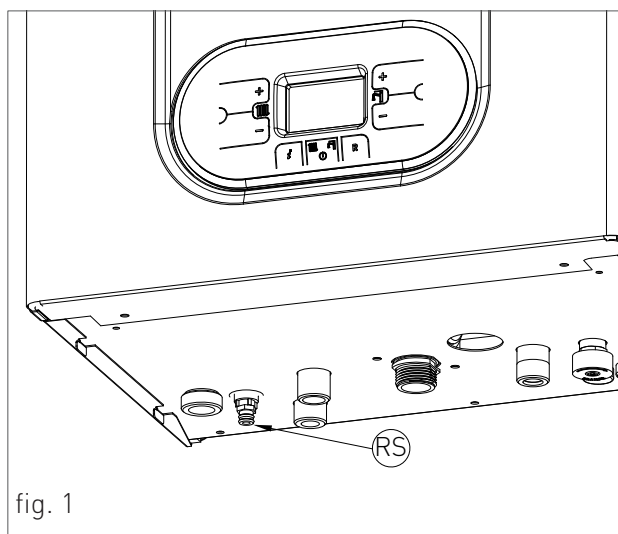

fig. 1
- › retirar los tornillos de fijación (1 - fig.1) situados en el extremo inferior del panel frontal;
- › sujetar la parte inferior del panel y retirarlo desplazándolo hacia adelante y tirando hacia arriba (see fig. 1).
- › retirar los tornillos de fijación (2 - fig.1) situados en el extremo frontal del panel lateral;
- › sujetar la parte inferior del panel y retirarlo desplazándolo lateralmente y tirando hacia arriba (ver fig. 1).
- > Desplazar al mismo tiempo las patillas de sujeción del panel de mandos (fig. 1), soltarlas y girar el panel de mandos hacia abajo;
- > soltar los cuatro tornillos de fijación 1 - fig. 1;
- › abrir la llave de vaciado del equipo ‘RS’ (fig. 1);